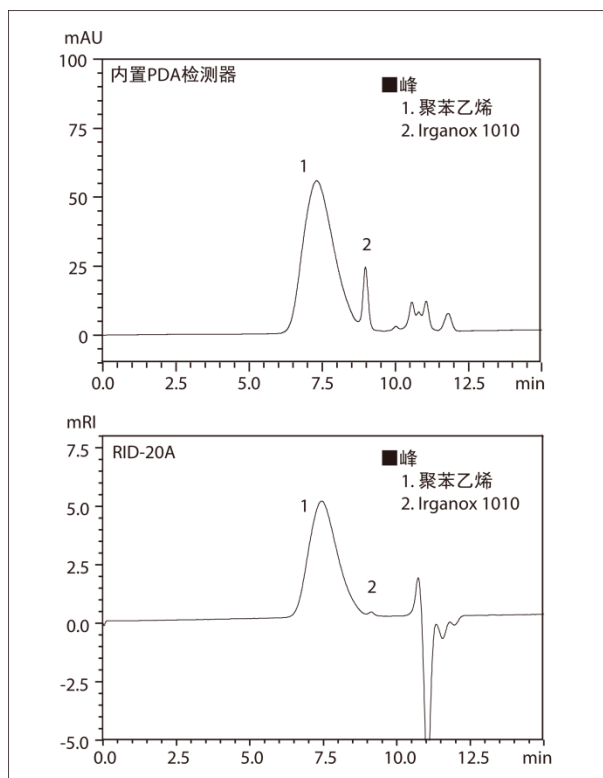
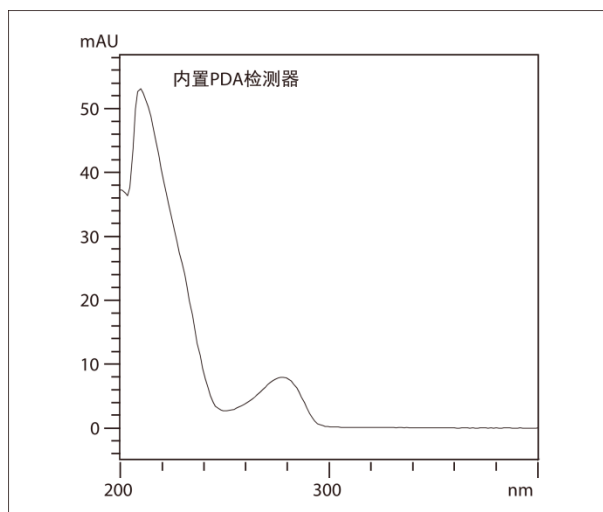

图 1 聚苯乙烯 (PS) 中添加剂的色谱图 (5 g/L, 注入 5 μ L)
图 2 Irganox 1010 的光谱图
我们向聚苯乙烯 (PS) 中添加了微量的受阻酚类抗氧化剂 Irganox 1010 并进行了分析。图 1 为注入了 5 μ L 样品 (5 g/L) 的测定结果；图 2 为 Prominence-i 内置 PDA 检测器得到的 Irganox 1010 光谱图；表 1 为分析条件。色谱柱使用了 KF-804L；流动相使用了不含稳定剂的四氢呋喃 (THF)。
如图 1 所示，在约 7.5 分钟处检测到洗脱的 PS，稍后即检测到 Irganox 1010。添加剂的出峰在 RID 检测器上响应很小，使用 PDA 检测器，通过优化检测波长后具有高灵敏度，从而进行定量分析。如图 2 所示，使用 PDA 检测器得到的 UV 光谱，可进行 Irganox 1010 的定性分析。
根据标准曲线可知，图1中的Irganox 1010含量为 10.8 mg/g 聚苯乙烯 (PS)。